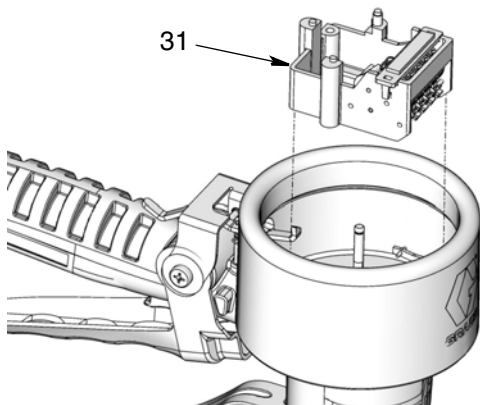

FIG. 31
1. Placer l'ensemble de comptage (31) (FIG. 31).